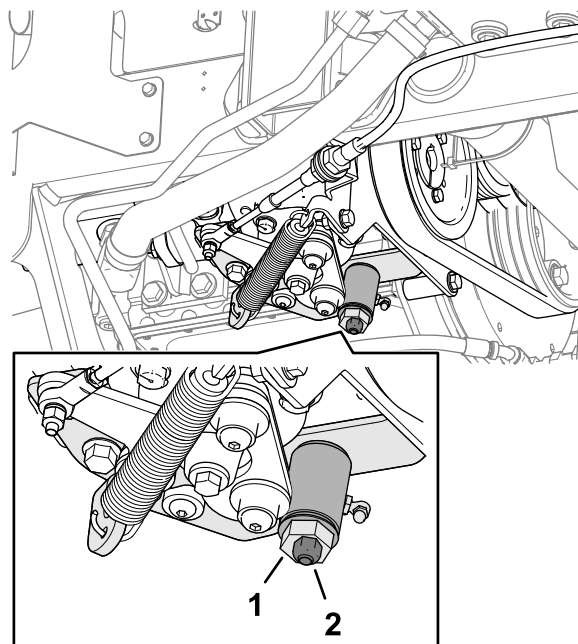

Figura 72
3. Afloje la contratuerca de la leva de ajuste de tracción (Figura 72).